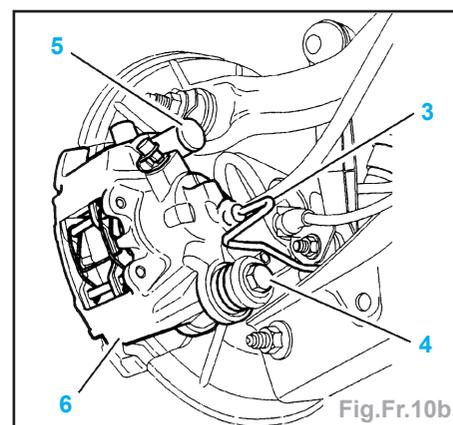

Fig.Fr.10b
- Récupérer le cavalier (2).
Important : Ne pas déformer la canalisation rigide (3) (Fig. Fr.10b).
- le tuyau de frein (3),
- la vis (4),
- la vis (5) après avoir déposé le bouchon obturateur,
- l'étrier de frein (6).